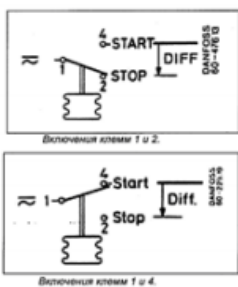

Рис.4.1
4.8.3. При достижении установленной температуры (шкала range) замыкаются контакты 1 и 4 (рис.4.1).